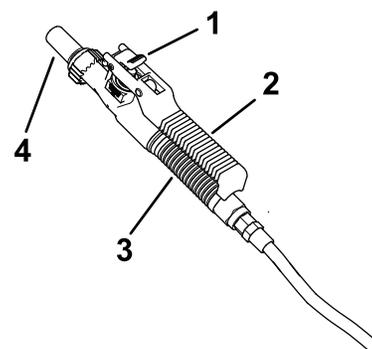

Figure 46
- Serrez la gâchette de l'applicateur manuel pour commencer à pulvériser; verrouillez la gâchette en place au besoin (Figure 46).
- À la fin de la pulvérisation, déverrouillez la gâchette de l'applicateur manuel si vous l'aviez verrouillée et relâchez-la (Figure 46)